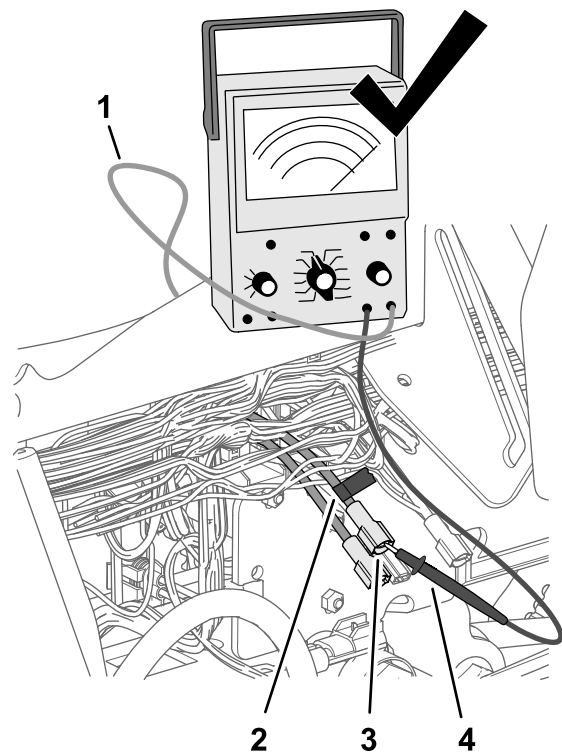

Figura 189
4. Utilizzate un pezzo di nastro adesivo per segnare il connettore e il filo che avete individuato al passaggio 3 (Figura 189).